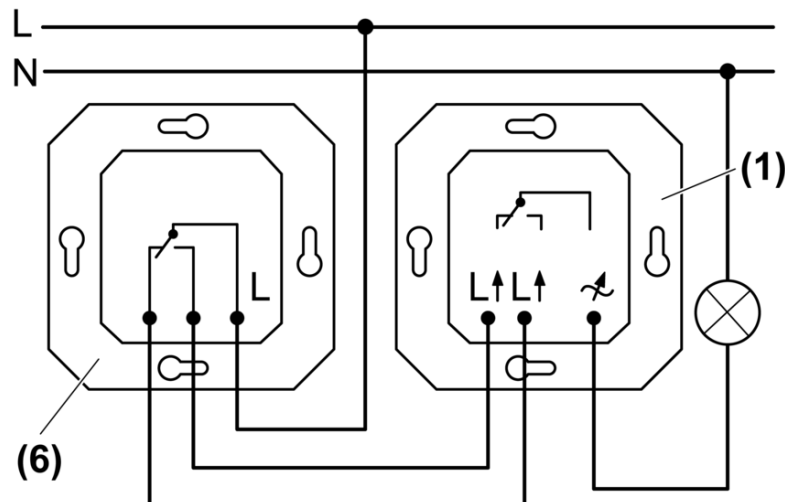

Bild 3: Wechselschaltung
- (1) Dimmer
(6) Wechselschalter
- Dimmer (1) und Wechselschalter (6) gemäß Anschlussplan anschließen (Bild 3).